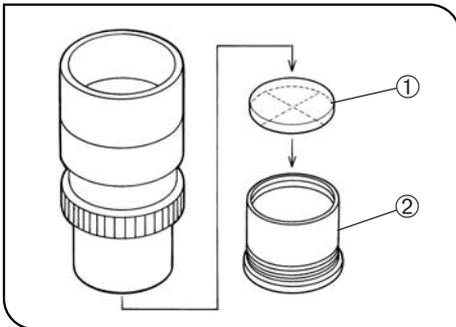

Fig. 28
4 Utilización del disco micrométrico del ocular (Fig. 28)
Utilice discos micrométricos de 24 mm de diámetro x 1,5 mm de grosor. Siguiendo lo indicado en la Fig. 28, gire la montura micrométrica incorporada ② hacia la izquierda para sacarla del ocular y coloque un disco micrométrico.